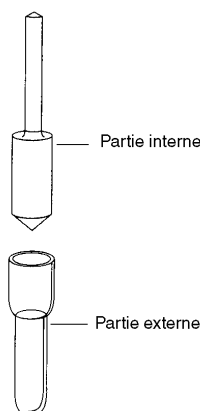

Figure 1. Tube de Craig pour la recristallisation
Comme nous travaillons à très petite échelle, la quantité de produits est souvent trop petite pour utiliser une technique de purification conventionnelle telle la recristallisation. Il faut donc effectuer cette opération dans un appareillage approprié : le tube de Craig illustré à la figure 1.
- a. Transférez le solide dans la partie externe du tube de Craig (fig. 1).